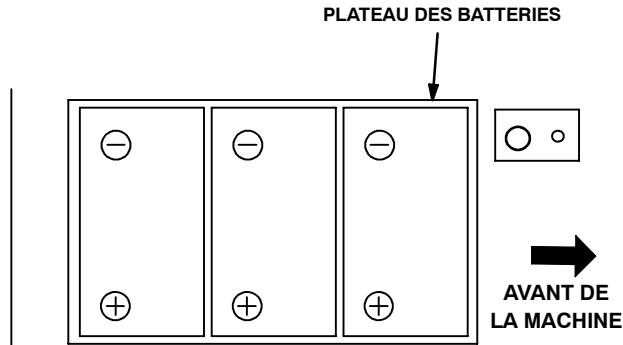

FIG. 3
- Placez avec précaution les batteries dans le plateau des batteries et connectez les bornes des batteries comme illustré. Une fois que les batteries sont en place, enlevez les poignées des batteries pour dégager le chemin du couvercle du compartiment à batteries (Figure 3).